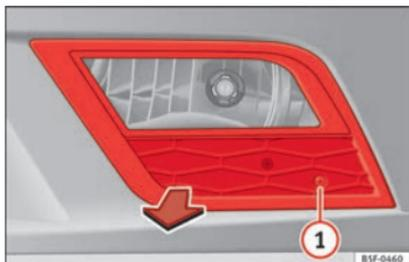

Fig. 189 Faro antiniebla.
- Retire el tornillo » fig. 189 ① de la reja del faro antiniebla utilizando un destornillador.